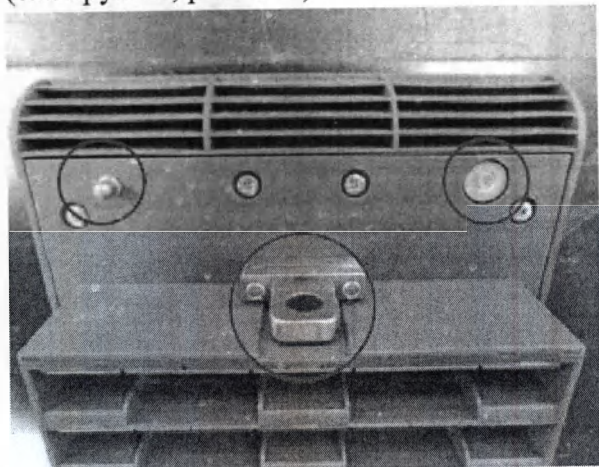

Рисунок 5FF
3. Если парафин останется в местах, обозначенных красным цветом, разгрузочная дверь может не функционировать должным образом. Удалите парафин, если парафин находится в этих местах (см. кружки, рис. 5FF).